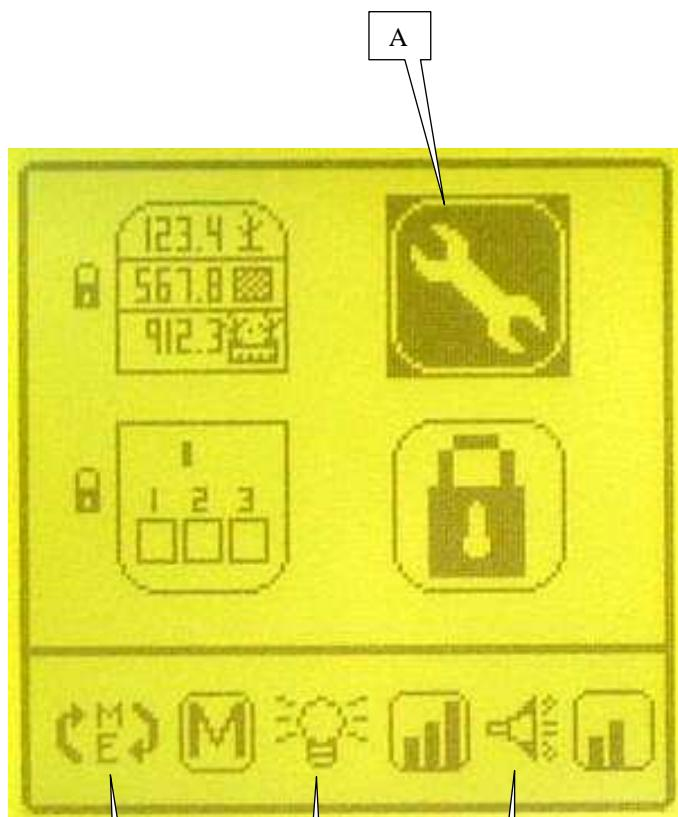
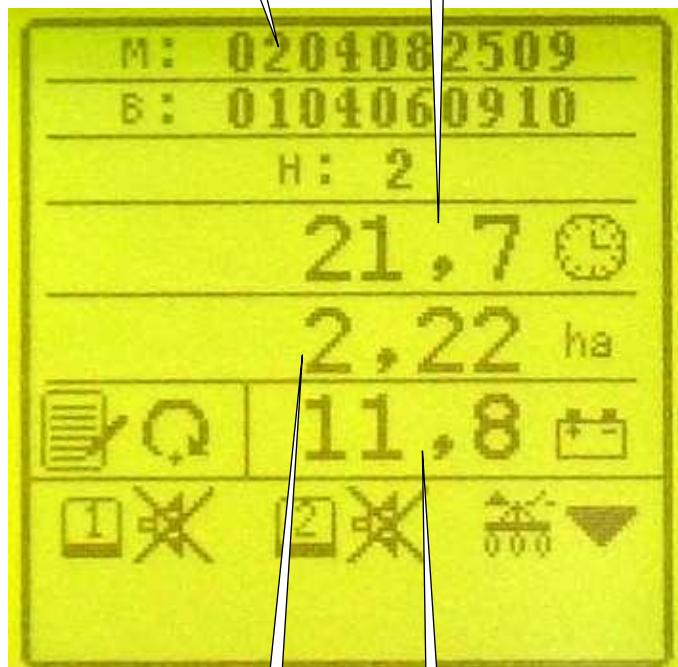

Fig. 1
Fig. 2
Con las teclas y , seleccionar A (Fig. 1) la pantalla deseada y pulsar para entrar en el subprograma.
a) sous-programme paramétrage console (Fig. 1)
l'écran et valider. L'affichage (Fig. 1) apparaît. A : mettre en sur-brillance le symbole A. L'affichage (Fig. 2) apparaît :